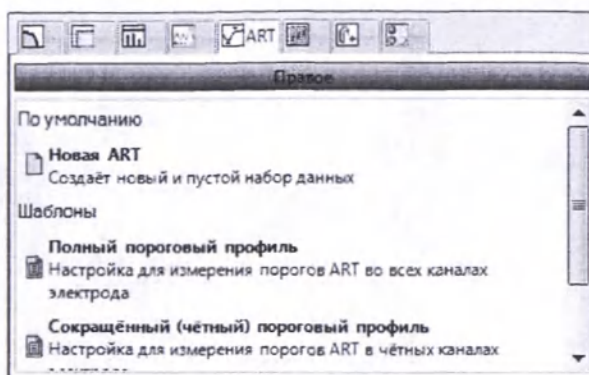

Рис. 89 Диалоговое окно открытия задачи «ART»
1. При нажатии кнопки Новая задача открывается диалоговое окно задачи, показанное на рис. 89, в котором можно выбрать вкладку «ART» и открыть ART щелчком пункта Новая ART.